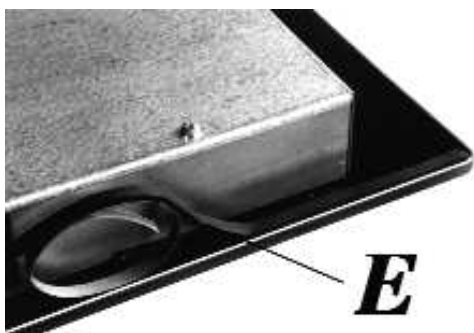

FIG. 9
- Vire a placa de cabeça para baixo e aplique correctamente o lado adesivo da junta de vedação "E" (fig. 9) em baixo da borda da placa de maneira que o lado exterior da junta de vedação coincida perfeitamente com a borda do perímetro exterior do vidro. As pontas das tiras devem coincidir perfeitamente sem sobreposição.